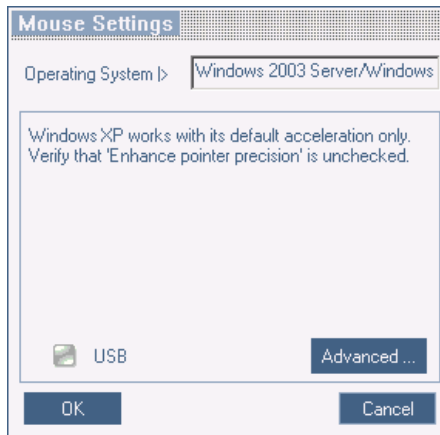

Abbildung 26 Mauseinstellungskasten
1. In der Werkzeulleiste klicken Sie auf  / **Manual Settings** (Manuelle Einstellungen). Der **Mauseinstellungskasten** wird eingeblendet. Siehe Abbildung 26.